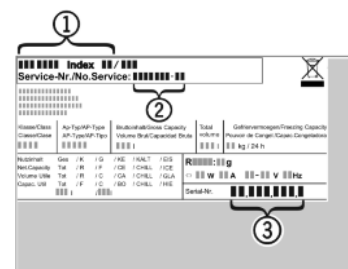

Fig. 19
- ▶ Odczytać z tabliczki znamionowej oznaczenie urządzenia *Fig. 19 (1)*, nr serwisowy *Fig. 19 (2)* oraz numer seryjny *Fig. 19 (3)*. Tabliczka znamionowa znajduje się po lewej stronie wewnątrz urządzenia.
- ▶ Poinformować serwis i podać opis zakłócenia, oznaczenie urządzenia *Fig. 19 (1)*, nr serwisowy *Fig. 19 (2)* oraz numer seryjny *Fig. 19 (3)*.